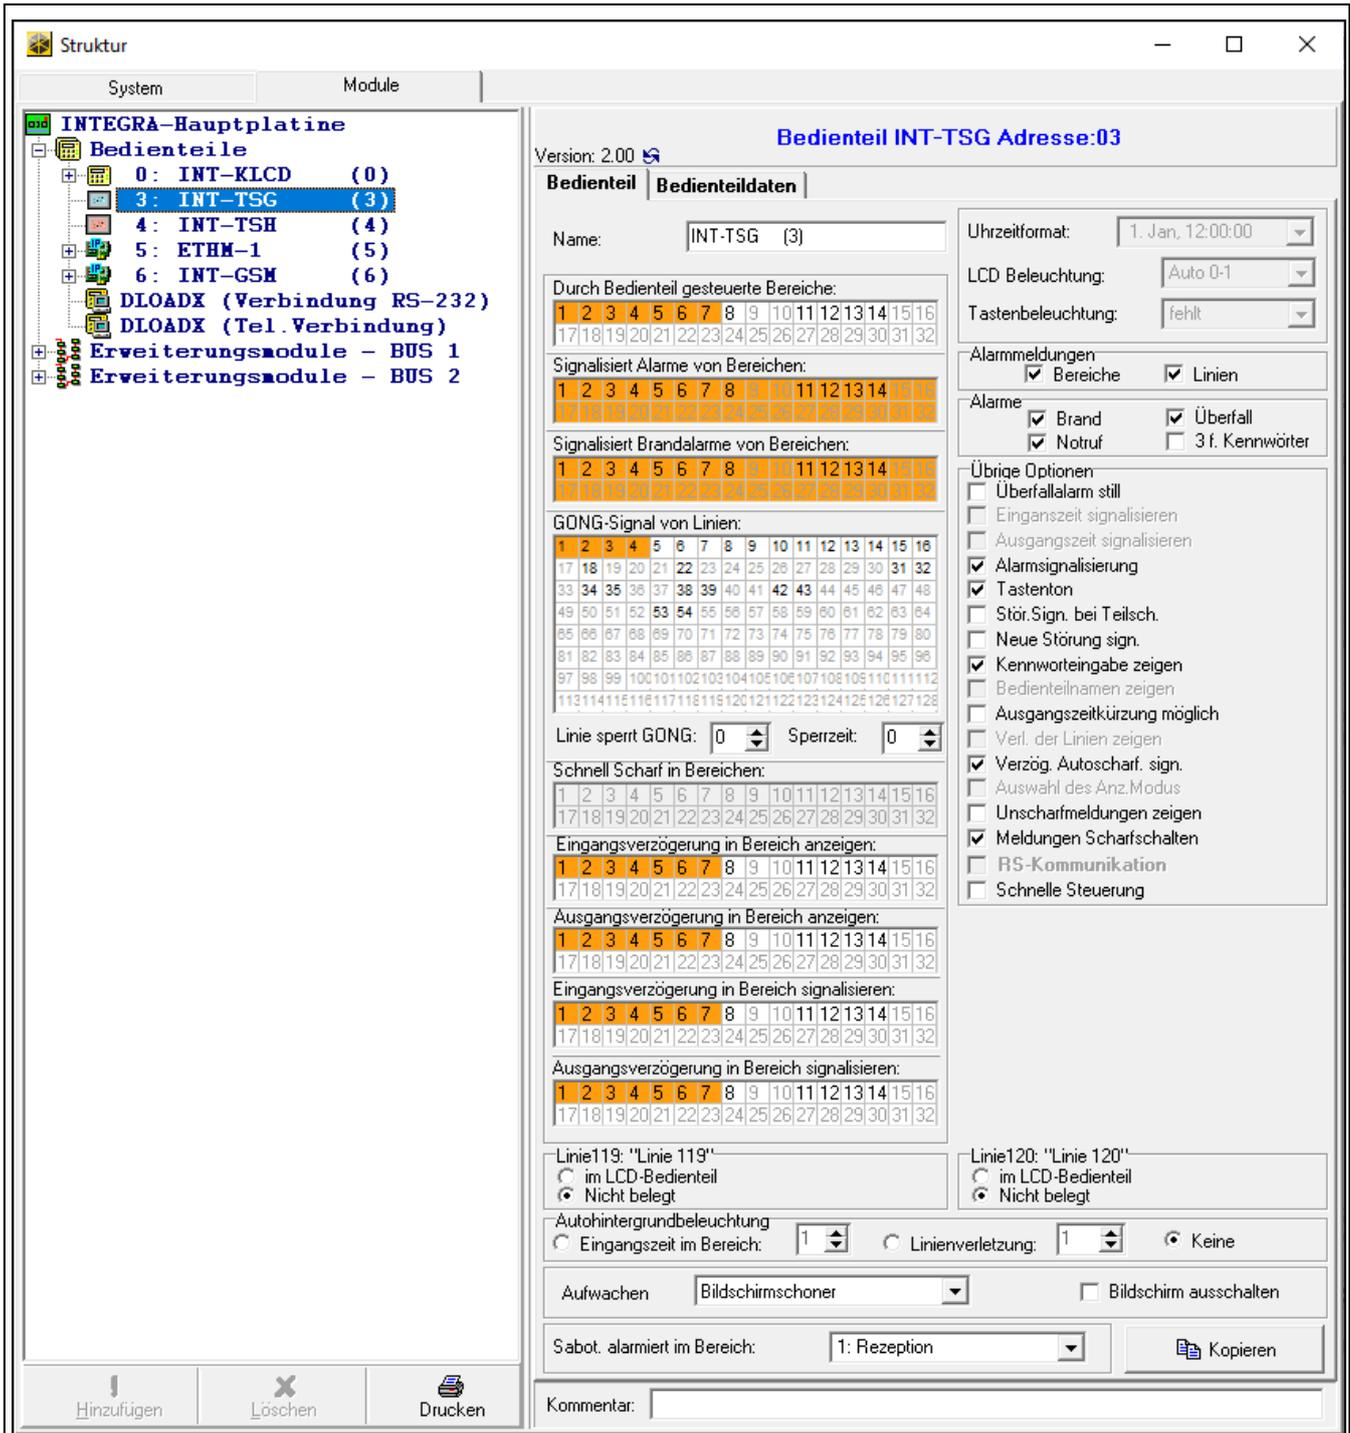

Abb. 14. Programm DLOADX: Bedienteil im INTEGRA System – Registerkarte „Bedienteil“ (Beispieleinstellungen).
- über das Programm DLOADX: →Fenster „Struktur“ →Registerkarte „Module“ →Zweig „Bedienteile“ →*[Bedienteilname]* (Abb. 14).